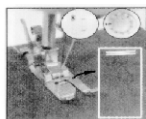

Fig.17
2. Encienda el interruptor y cosa 5-6 puntadas a baja velocidad, luego apague el interruptor. (Fig.17)